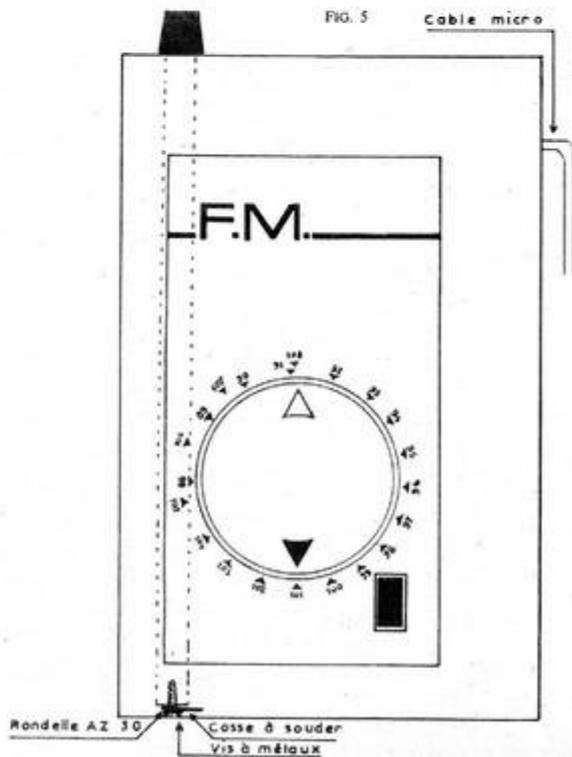

FIG. 5
2. Coller la face avant (Fig. 5).